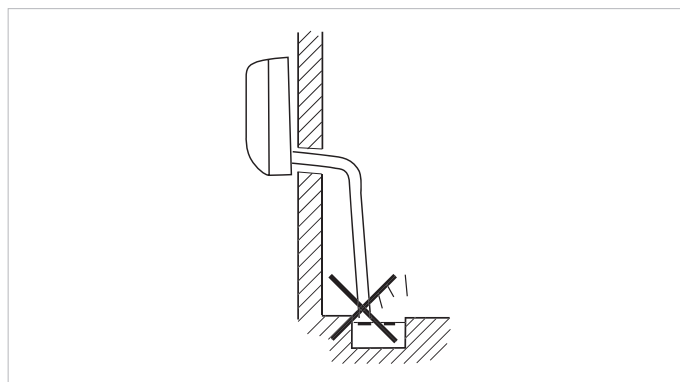

Fig. 9.5 Mauvaises odeurs à éviter.
- Installer la conduite de condensats de manière à ce que son extrémité ouverte soit tenue à l'écart de sources de mauvaises odeurs afin d'éviter toute pénétration de ces dernières dans la pièce (cf. figure 9.5).